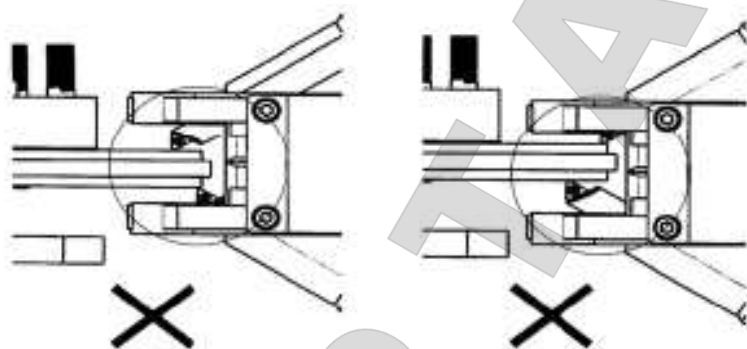

Fig. 32
- 4 — Перемещайте BL801 к середине тормозного диска пока осевая линия BL801 и тормозного диска не совпадут — рисунок 32 и 33. Перемещайтесь по центральной линии максимум на 2 мм по направлению внутренней стороны машины.